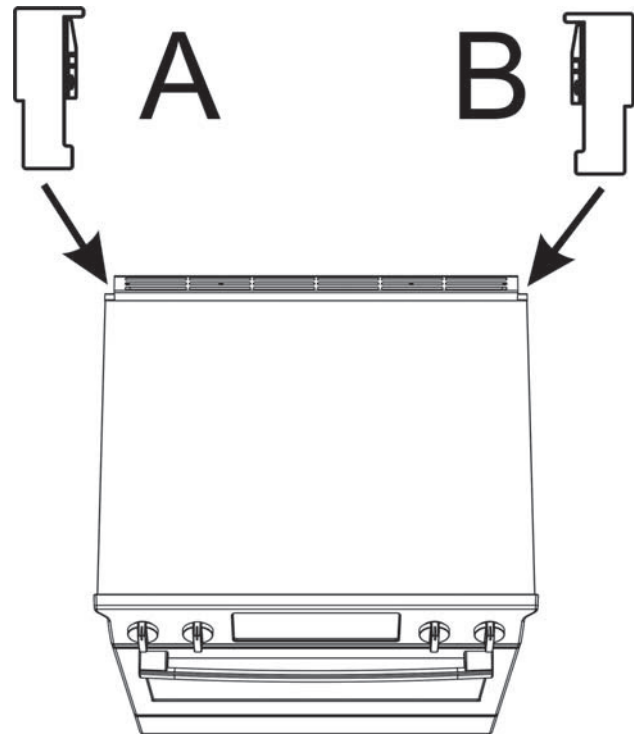
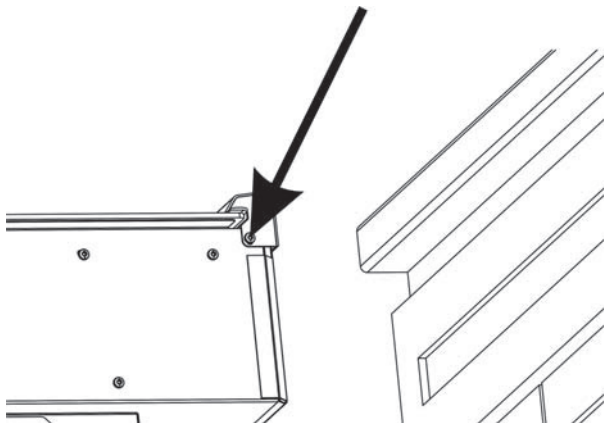

Figura 1: Cómo identificar los protectores para esquinas derecho e izquierdo; vista de la parte superior de la estufa
Figura 2: Ubicación de los tornillos laterales de la moldura de la parte trasera; parte trasera derecha de la estufa
- La instalación de protectores para esquinas requiere tener acceso a los tornillos de montaje que se encuentran en los lados de la estufa. Si las conexiones eléctricas impiden tener acceso a los tornillos, comuníquese con un técnico calificado antes de proceder (consulte la Figura 2: Ubicación de los tornillos laterales de la moldura de la parte trasera; parte trasera derecha de la estufa).
Si la estufa ya está instalada, ¿puede deslizarse hacia afuera lo suficiente como para tener acceso a los tornillos laterales de la moldura de la parte trasera? Consulte la Figura 1: Cómo identificar los protectores para esquinas derecho e izquierdo; vista de la parte superior de la estufa y la Figura 2: Ubicación de los tornillos laterales de la moldura de la parte trasera; parte trasera derecha de la estufa.
2. Identifique qué protector para esquinas debe colocarse en la parte trasera izquierda (A) y derecha (B) de la estufa. Consulte la Figura 1.
3. Deslice la estufa hacia afuera lo suficiente como para tener acceso a los tornillos de montaje laterales de la moldura de la parte trasera (consulte la Figura 2: Ubicación de los tornillos laterales de la moldura de la parte trasera; parte trasera derecha de la estufa). Lea el *Aviso de técnica para el manejo adecuado* en la sección Seguridad de este manual.
4. Retire solo los dos tornillos laterales que sujetan la moldura de la parte trasera (uno en cada lado) (consulte la Figura 2: Ubicación de los tornillos laterales de la moldura de la parte trasera; parte trasera derecha de la estufa). Guarde estos tornillos para colocar los protectores para esquinas. Si no hay tornillos en estas ubicaciones, se incluyen tornillos en el kit para este fin.